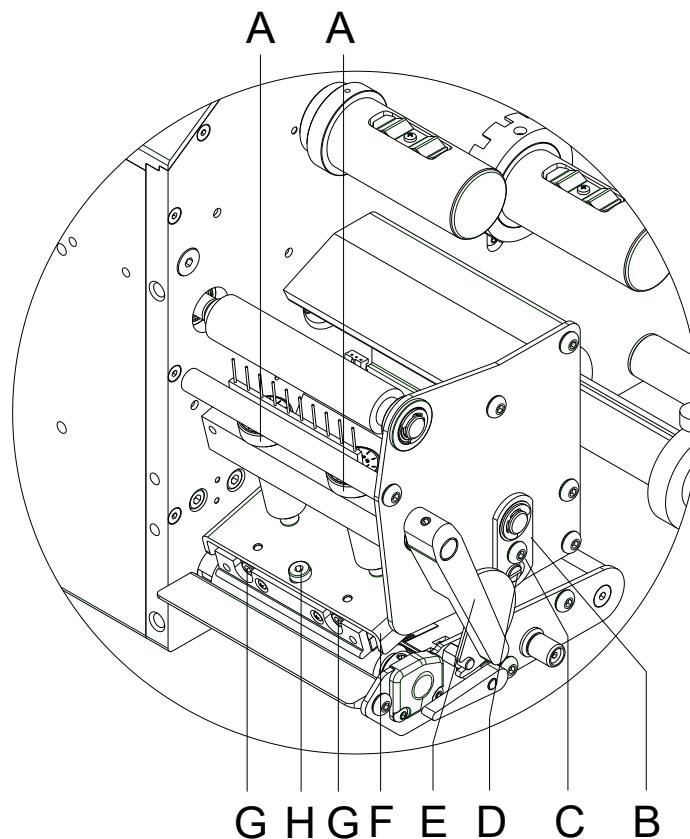

Abbildung 17
Falls nach Einstellen der Parallelität kein gleichmäßig starker Druck über die gesamte Druckbreite vorliegt, kann mit dem Stellblech (B, Abbildung 17) ein Ausgleich geschaffen werden.
1. Schraube (C, Abbildung 17) ca. $\frac{1}{4}$ Umdrehung lösen.
2. Exzenterbolzen (D, Abbildung 17) drehen, um einen Druckausgleich zu schaffen und solange nachstellen, bis ein gleichmäßiges Druckbild vorliegt.
3. Schraube (C, Abbildung 17) wieder anziehen.
Der Kopfandruck kann mit den Schrauben (A, Abbildung 17) an der Innen- bzw. Außenseite des Druckkopfes verändert werden. Eine Erhöhung des Kopfandrucks führt auf der entsprechenden Seite zu einer Verbesserung der Druckbildschwärzung und zu einer Verschiebung des Bandlaufs in die entsprechende Richtung.
1. Andruckschrauben (A, Abbildung 17) drehen, um den Druckkopfandruck zu verändern.
2. Drehen der Andruckschrauben (A, Abbildung 17) bis an den Anschlag im Uhrzeigersinn ergibt eine Andruckerhöhung von 10N gegenüber der Werkseinstellung.
3. Drehen der Andruckschrauben (A, Abbildung 17) genau eine Umdrehung vom Rechtsanschlag gegen den Uhrzeigersinn, ergibt die Werkseinstellung.